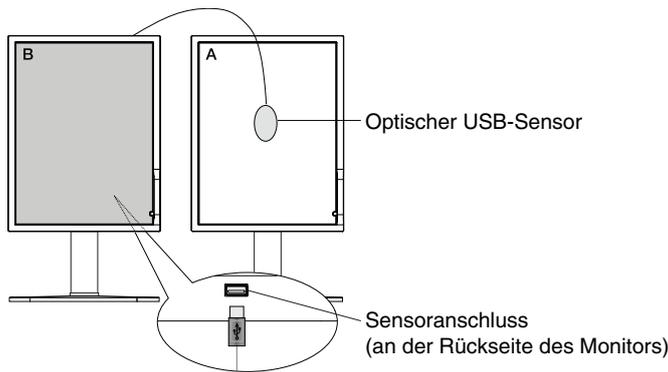
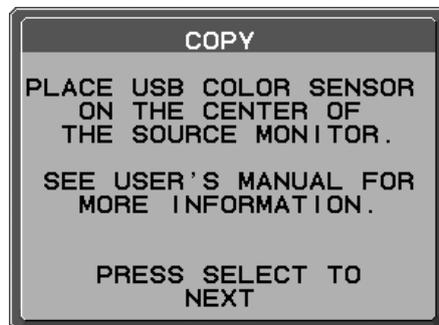

Abbildung C.1
Abbildung C.4
1. Um das Menü KALIBRIERUNG anzuzeigen, schließen Sie den optischen USB-Sensor am Sensoranschluss an (**Abbildung C.1**), oder wählen Sie im erweiterten Menü die Option EIGENSTÄNDIGE KALIBRIERUNG aus (Seite 20).
5. Sie werden aufgefordert, den optischen USB-Sensor in der Mitte des Bildschirms zu platzieren (**Abbildung C.4**). Neigen Sie den Monitor um etwa 5 Grad nach hinten, und platzieren Sie den optischen USB-Sensor in der Mitte des Bildschirms (**Abbildung C.1**).